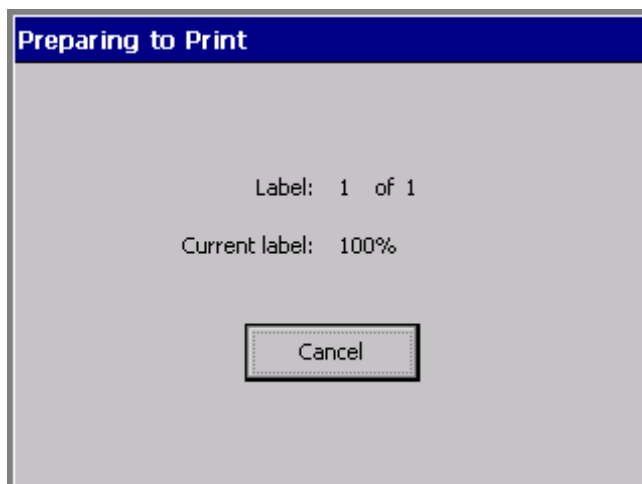

Рис. 11-4. Окно подготовки к печати
3. Нажать кнопку **OK**. Открывается окно подготовки к печати (см. рис. 11-4), в котором отслеживается ход работы системы по мере печати каждого экземпляра этикетки.
2. В окне печати нажать кнопку **ОК** и начать распечатку. Открывается окно подготовки к печати (см. рис. 11-4), в котором отслеживается ход работы системы по мере печати каждой этикетки комплекта.
5. В окне печати нажать кнопку **OK** и начать распечатку. Открывается окно подготовки к печати (см. рис. 11-4), в котором отслеживается ход работы системы по мере печати каждой этикетки комплекта, выбранной для распечатки.
6. В окне печати нажать кнопку **OK**. Открывается окно подготовки к печати (см. рис. 11-4), в котором отслеживается ход работы системы по мере печати всех этикеток и страниц данной группы файлов.
5. В окне печати нажать кнопку **ОК** и начать распечатку. Открывается окно подготовки к печати (см. рис. 11-4), в котором отслеживается ход работы системы по мере печати каждого файла группы файлов.